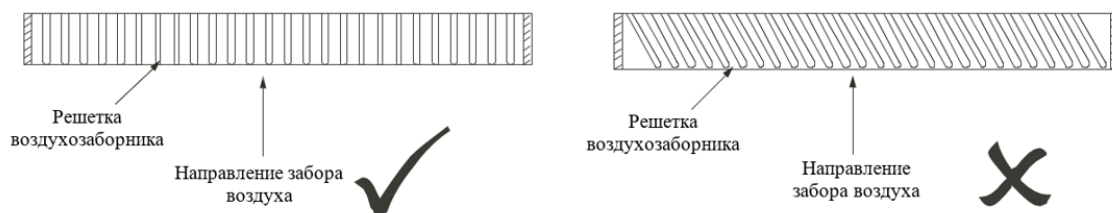

Рисунок 5.5 – Правильное и неправильное устройство воздухозаборника
1) Отрегулируйте расположение гайки и определите пространство между шайбой (с нижней стороны) и потолком, в соответствии с наличием пространства для монтажа и соблюдением горизонтального уровня установки (см. рисунок 5.5)